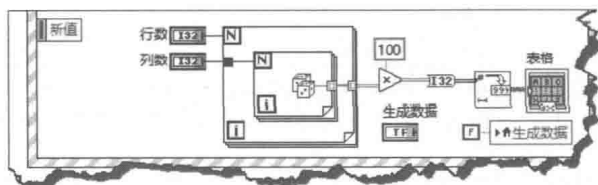

图 7-16 生成二维 0~100 随机数组，填充表格
1) 首先创建生成 0~100 之间的随机数组程序框图，用来生成二维数据，填充表格，如图 7-16 所示。